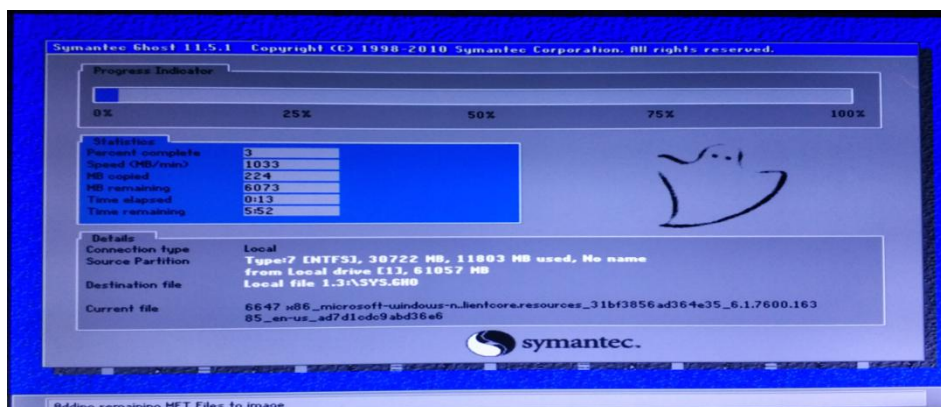

图 4 Backup 按键备份进行界面
(3) 之后就会直接进到备份系统界面开始备份系统（如图 4 所示），备份完成后会自动启重系统。